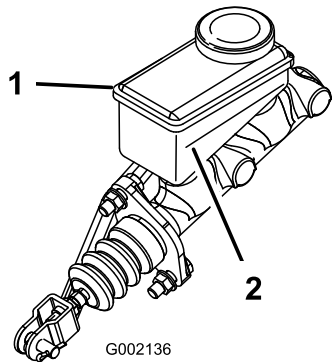

Figura 69
5. Mire el nivel de aceite en el lateral del depósito (Figura 69).
- B. Añada líquido de frenos DOT 3 al depósito hasta que el nivel esté por encima de la línea Mínimo (Figura 69).